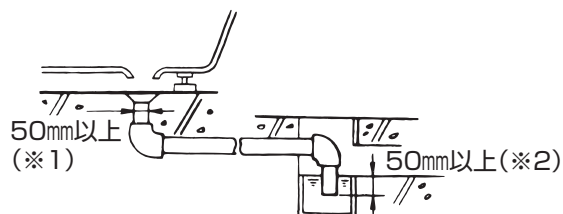

図1
- ① 間接排水の場合は、浴槽の排水口下に径50mm以上の排水管を設けておいてください。(図1 ※1参照)
- 排水配管の途中には下水ガスが浴室に逆流しないよう必ずトラップ(封水深50mm以上)を設けてください。(図1 ※2参照)